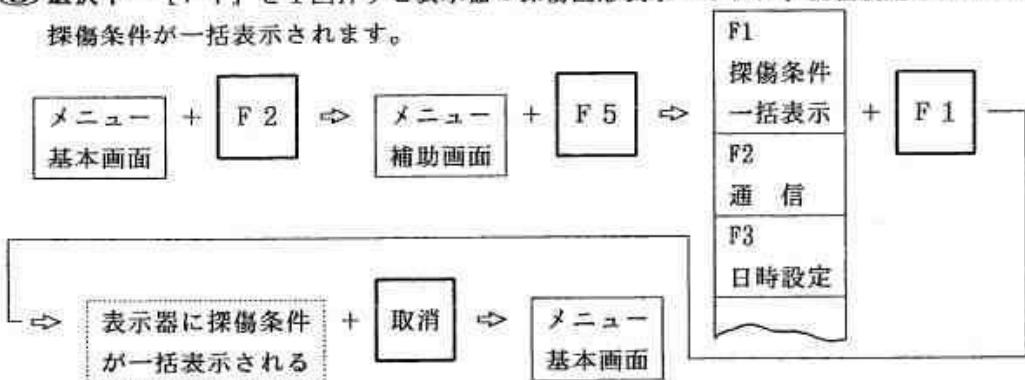

図 6.2.8 全探傷条件の表示と消去方法
#### [探傷条件を一括表示させる場合の手順] (図 6.2.8参照)
- ① 選択キー [F 2] を1回押すとメニュー補助画面がメニューエリアに表示されます。
- ② 選択キー [F 5] を1回押すとメニューエリアに図 6.2.8に示す選択メニューが表示されます。
- ③ 選択キー [F 1] を1回押すと表示器の探傷图形表示エリアに、現在設定されている探傷条件が一括表示されます。
#### [探傷条件の一括表示を消去する場合の手順] (図 6.2.8参照)
- ① 表示器に表示されている探傷条件を表示器から消去する時は、図 6.2.8のように取消キーを1回押します。表示器には探傷图形など探傷条件表示の前の图形を表示し、メニュー表示エリアはメニュー基本画面に戻ります。